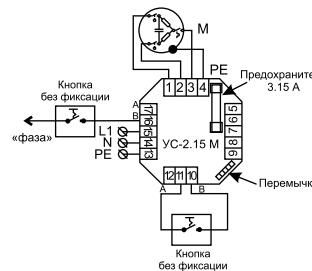

Рисунок 2.
- Подключить кнопку к «фазе» сети 230В и контакту 17 (много 5) или 16 (много 6) устройства ИЛИ подключить кнопку к контактам 11 и 10 устройства (см. Рис.2).